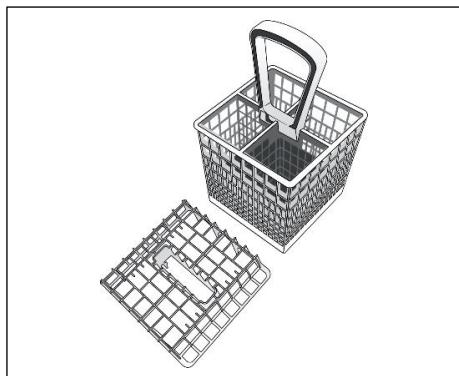

Fig. 5
- **AQUAPROTECT - TUB DE ALIMENTARE CU PROTECȚIE (fig. 5):**
- Asezati tacâmurile în cosul din plastic pentru tacâmuri, cu mânerele orientate în sus si pozitionati cosul de tacâmuri în cosul inferior (fig. 5), având grija ca tacâmurile sa nu blocheze rotirea bratelor de pulverizare.
Partea superioara a cosului pentru tacamuri poate fi indepartat pentru realizarea diferitelor optiuni de incarcare (fig.5).